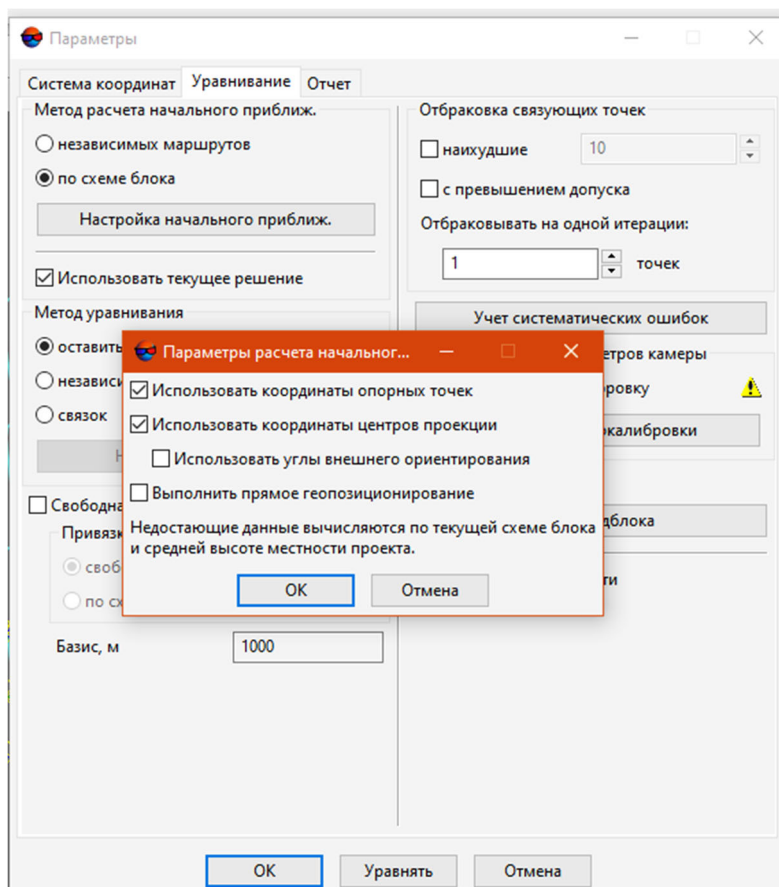

Рис. 30. Окно *Параметры расчета начального приближения*
12. Уравнивание блока. Активировать *Уравнивание блока* – вкладка *Уравнивание* – *По схеме блока* – *Использовать текущее решение* – *Метод уравнивания* – *ОСТАВИТЬ* – *Базис 1000 метров*. Перейти к вкладкам *Настройка начального приближения* – *Параметры расчета начального приближения*, как на рис. 30.